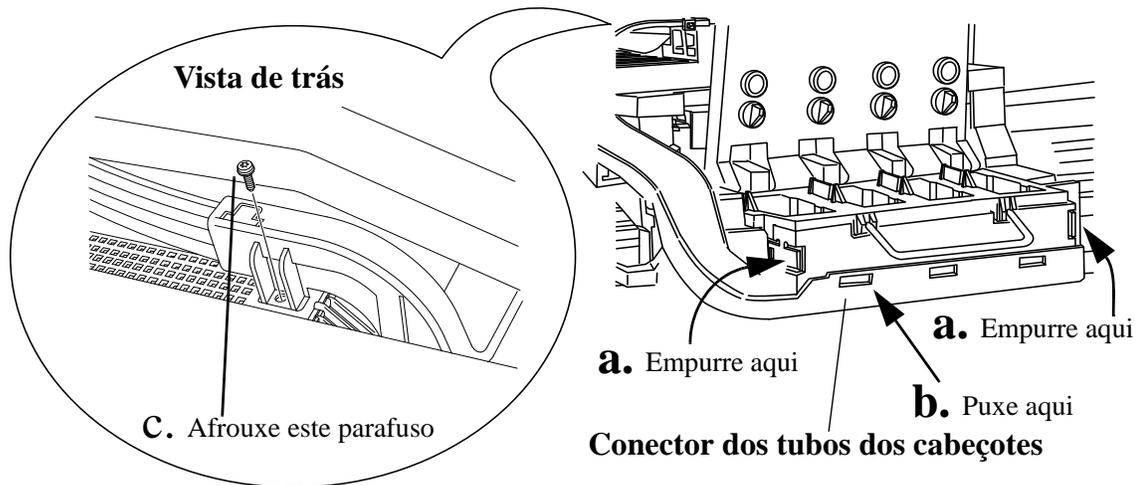

Figura 42: Conjunto do carro e correia
Para os passos 3 e 4, consulte a Figura 42.
4. Remova o conector dos tubos dos cabeçotes (consulte a Figura 42).